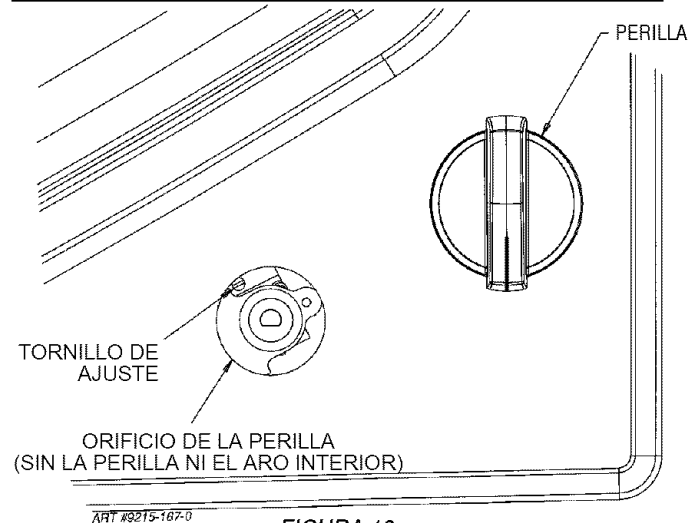

FIGURA 13
C. AJUSTE DE LA LLAMA BAJA (Vea la figura 13)
- Localice el tornillo de ajuste de la válvula. Vea la figura 13.